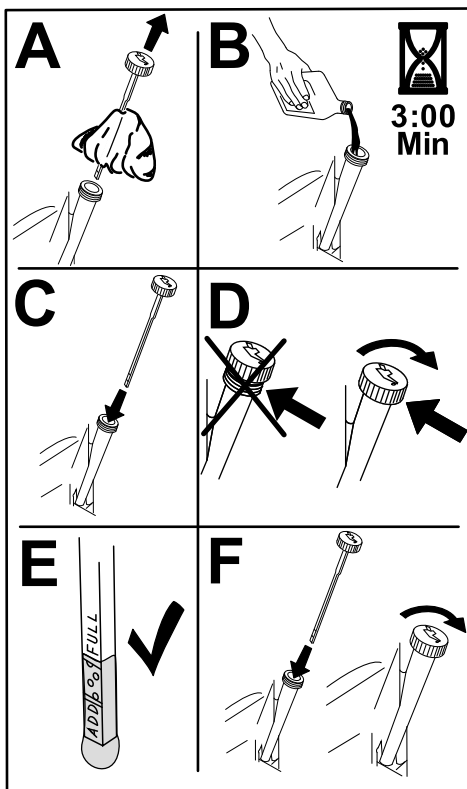

Figura 36
6. Vierta lentamente un 80% aproximadamente del aceite especificado por el tubo de llenado, luego añada lentamente el resto del aceite hasta que llegue a la marca de **Lleno** (Figura 36).